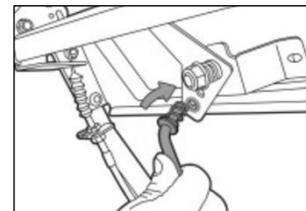

Рис. 7
3. Подсоедините тягу к рычагу выбора передач на панели оператора (Рис. 7) и зашплинтуйте ее.